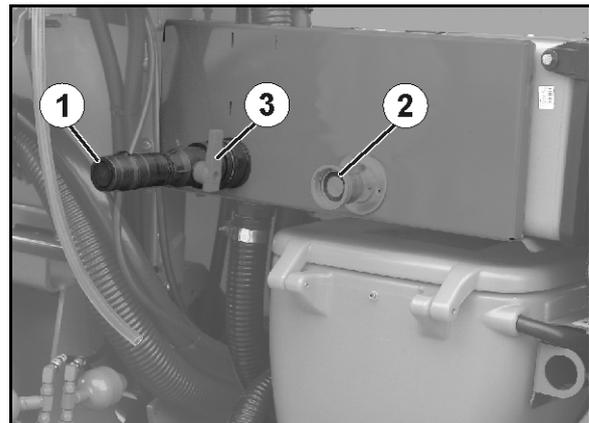

Fig. 67
- le couvercle repliable fermé a été rabattu vers le bas (Fig. 67).